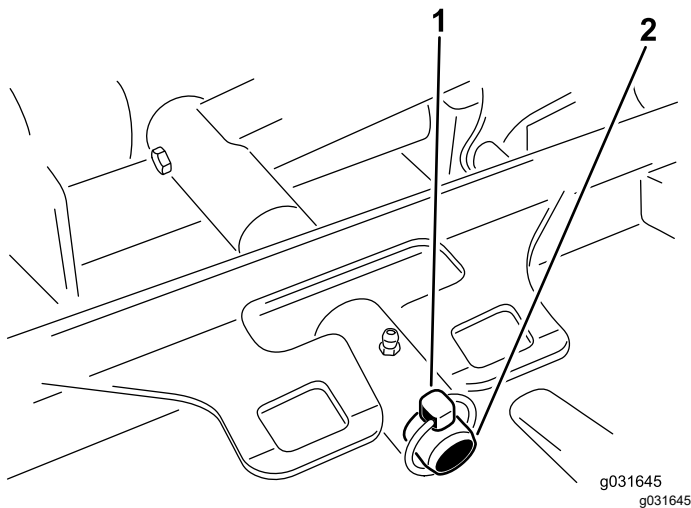

Figura 69
carcasa a la barra de giro del brazo de elevación (Figura 69).
3. Desplace el bastidor de tiro de la carcasa sobre la barra de giro del brazo de elevación y fíjelo con el pasador de seguridad o la tuerca de retención (Figura 69).